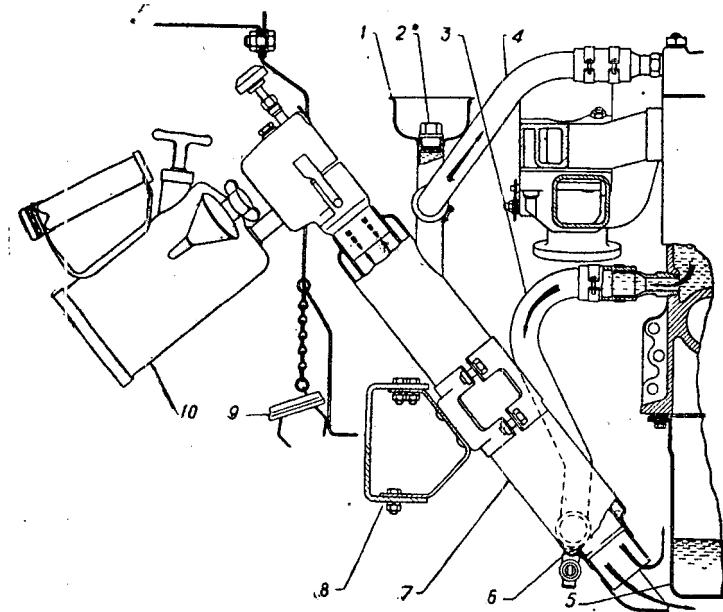

Рис. 3. Установка лампы в котел пускового подогревателя.
5. Снять крышку с котла пускового подогревателя, убить несколько пламя лампы и ввести ее в жаровую трубу котла (рис. 3).